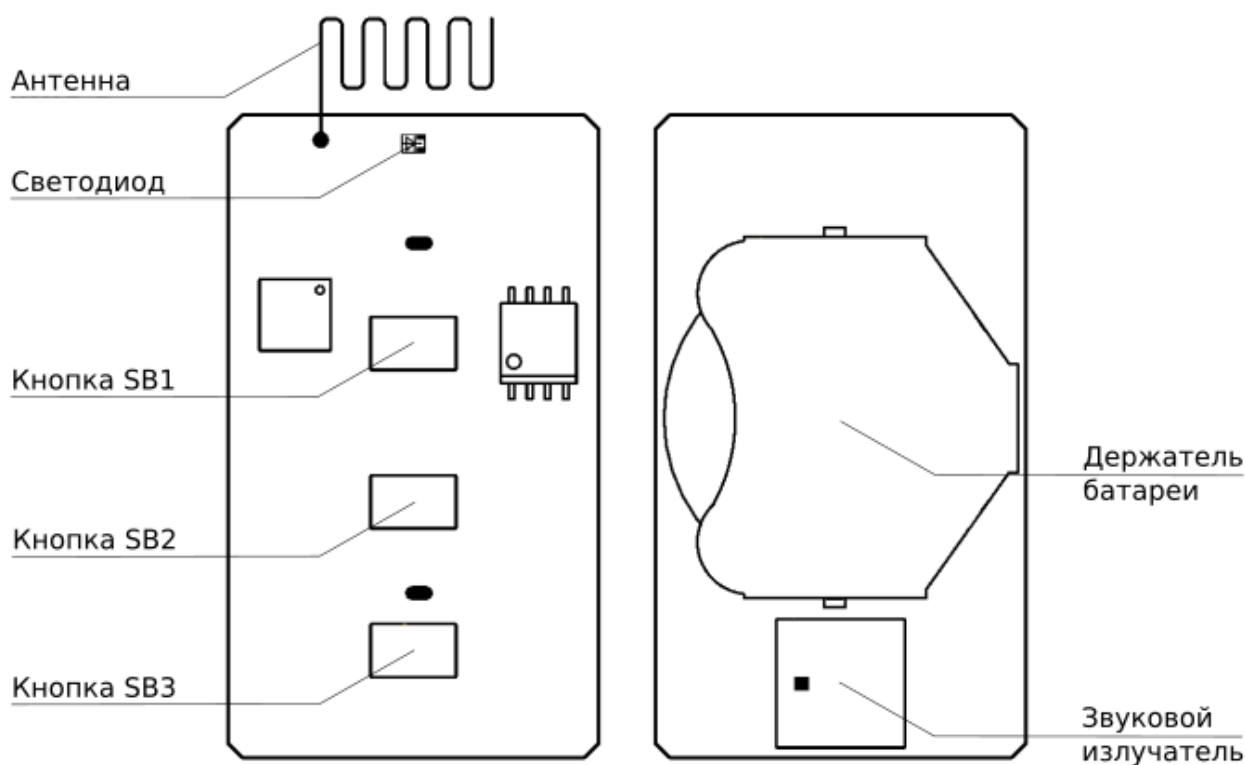

Рисунок 2.2 Расположение элементов на плате
На плате брелока располагается элемент питания, органы управления прибором и индикации (см. Рисунок 2.2):
- Отключите источник питания и нажмите кнопку SB1 «Взятие» на плате устройства (см. Рисунок 2.2) до полной разрядки конденсаторов (5-10 с);